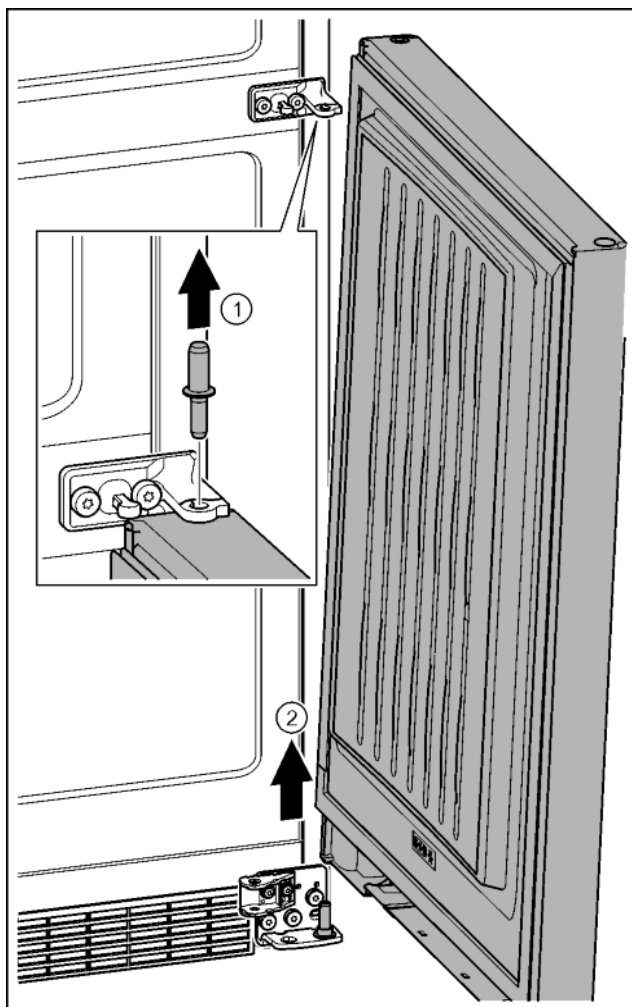

Fig. 26
- Izvelciet ārā tapu uz augšu. Fig. 26 (1)
- Atvirziet durvis, pavelciet uz augšu un novietojiet malā. Fig. 26 (2)